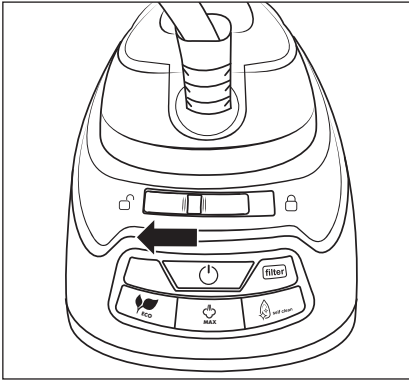

Fig. 4
- 2) Desbloquee la plancha de vapor **1** desplazando el interruptor de bloqueo **15** hacia la izquierda en dirección al símbolo  (desbloqueado) (consulte la fig. 4).